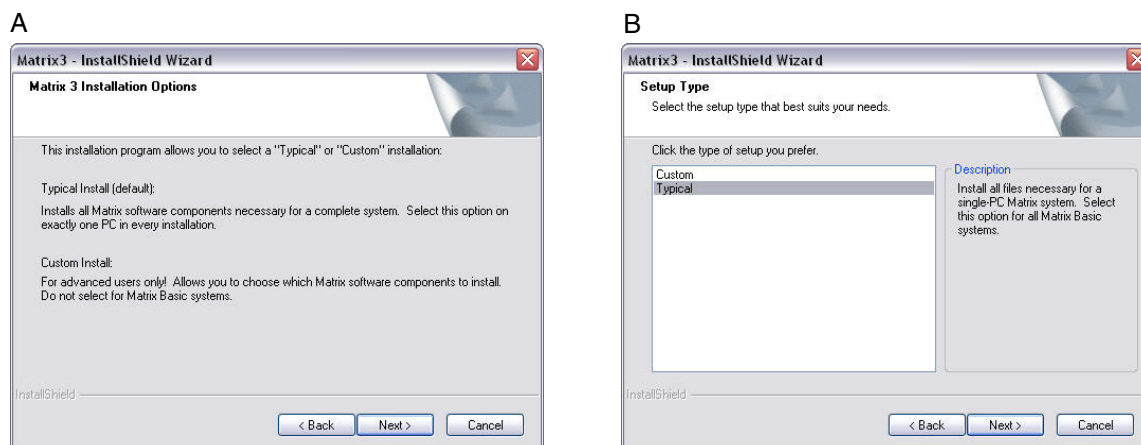

FIG. 5
- Nadat u op VOLGENDE hebt geklikt na aanvaarding van de licentieovereenkomst, wordt het scherm met installatieopties (A) weergegeven zoals in FIG. 5. Dit scherm beschrijft de twee beschikbare installatieopties.
Klik op VOLGENDE om het typescherm van de configuratie weer te geven zoals in FIG. 5 (B). Op dit scherm selecteert u het installatietype.